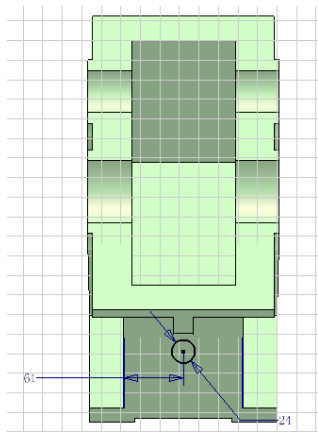

图 9-41 绘制拉伸草图
③在新建的工作平面上新建草图，单击【草图】标签栏【绘图】面板的【圆】工具按钮 , 绘制如图 9-41 所示的直径为 24mm 的圆形，并选择【尺寸】工具进行尺寸标注及尺寸值的修改。
④单击【草图】标签上的【完成草图】工具按钮 , 退出草图环境，进入零件特征环境中，单击【三维模型】标签栏【创建】面板上的【拉伸】工具按钮 , 打开【拉伸】对话框，选择绘制的圆形为拉伸截面轮廓，终止方式选择为【到】，选择安装孔所在的平面为终止平面，其他